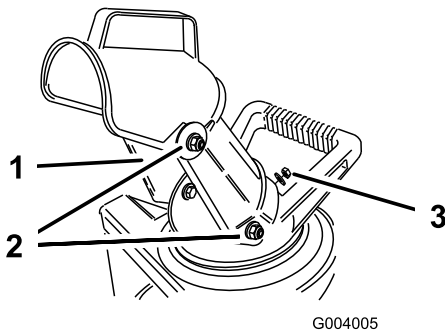

Bild 4
1. Richten Sie die Löcher an der Seiten des Auswurfkanals über den Schrauben an den Seiten des Kanalgriffs aus. (Bild 4).